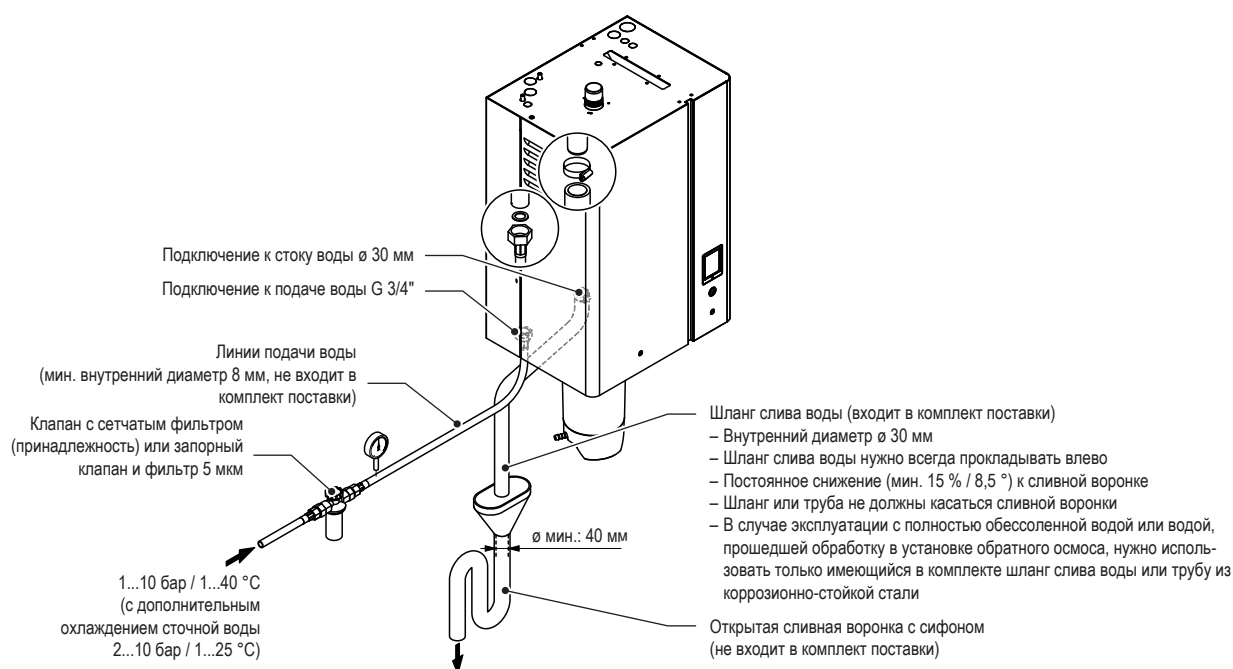

Рис. 15. Обзор системы водоснабжения для одиночных аппаратов малого ("S") и среднего ("M") размера
- Входящий в комплект отводной шланг нужно всегда направлять влево от соединительного элемента сточной системы и далее вниз к сливной воронке (см. Рис. 15).